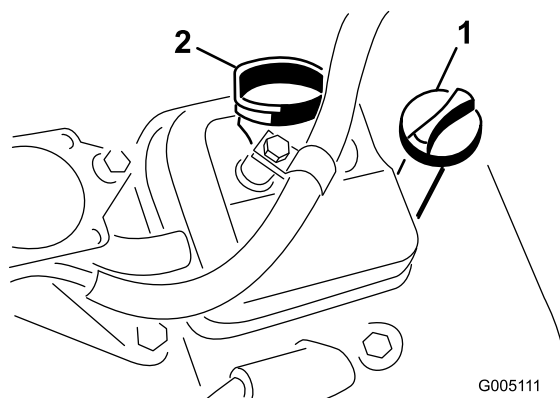

Figura 19
2. Desaparafuse a vareta e limpe-a com um pano limpo. Aparafuse a vareta no tubo e certifique-se de que se encontra completamente introduzida (Figura 19).